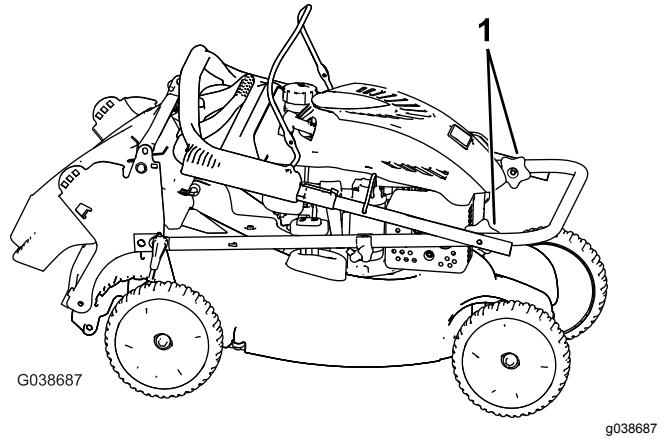

Bild 23
4. Drehen Sie das obere Teil des Griffs zurück in Richtung Motor, siehe Bild 23.